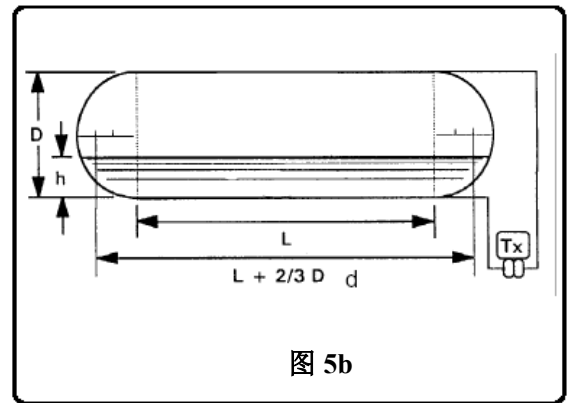

图 5b
b) 具有半球形末端的柱状容器 (见图 5b)。变送器测量整个容器高度。